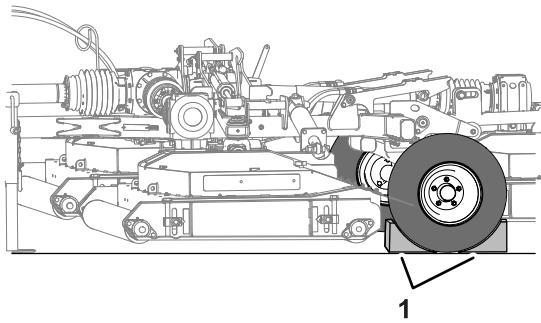

Figura 24
7. Calce ambas ruedas del cortacésped (Figura 24).